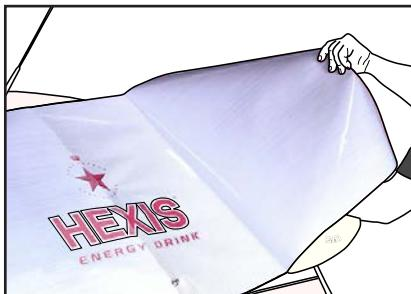

Figure 11
- › Appliquer le centre du complexe avec la tranche de la main pour le fixer à la vitre. (FIG. 11)